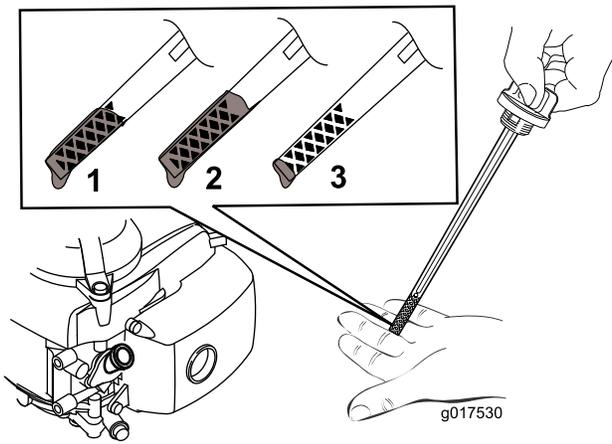

Figura 5
2. Retire a vareta do óleo (Figura 5).
Nota: Encha o cárter do motor com óleo até a vareta indicar que o nível de óleo do motor está correcto, como indicado em Figura 5. Se encher demasiado o motor com óleo, retire o óleo em excesso, tal como indicado em Mudar o óleo do Motor.